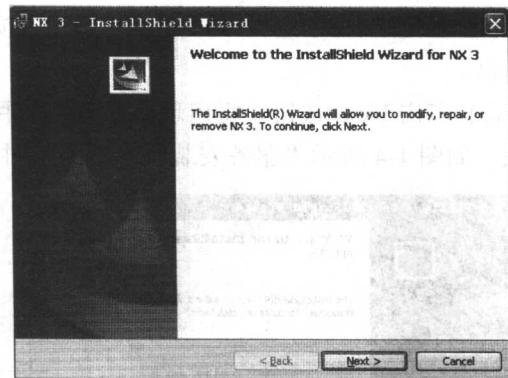

图 1-8 “安装开始”对话框
(2) 假定选择英语(美国)，单击“确定”按钮，将弹出如图 1-8 所示“服务安装开始”对话框。